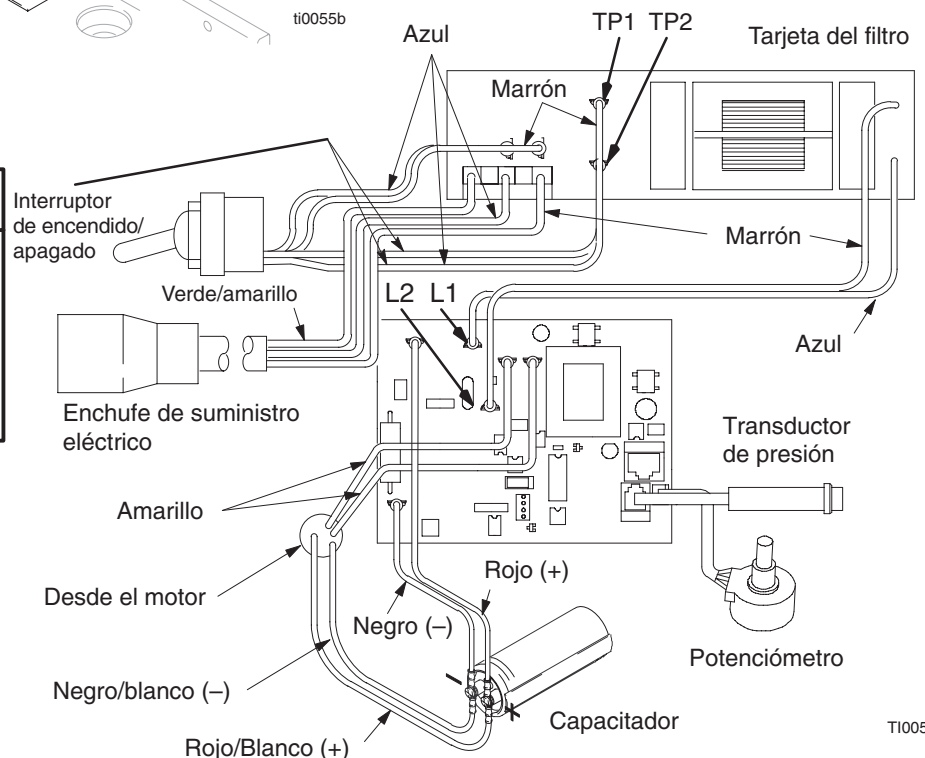

Fig. 9
2. Fig. 9. Retire la cubierta del dispositivo de control de presión (39).
3. Desconecte los cuatro cables (A) del interruptor de ENCENDIDO/APAGADO (23).
4. Retire la funda (25) y el anillo de bloqueo (24). Retire el interruptor de ENCENDIDO/APAGADO (23).